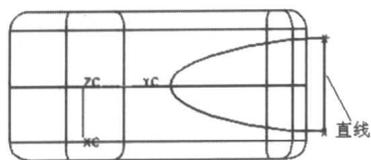

图 1-15 绘制直线
(5) 利用 Basic Curves→Line 生成直线，结果如图 1-15 所示。起点和终点分别为弧线的端点。